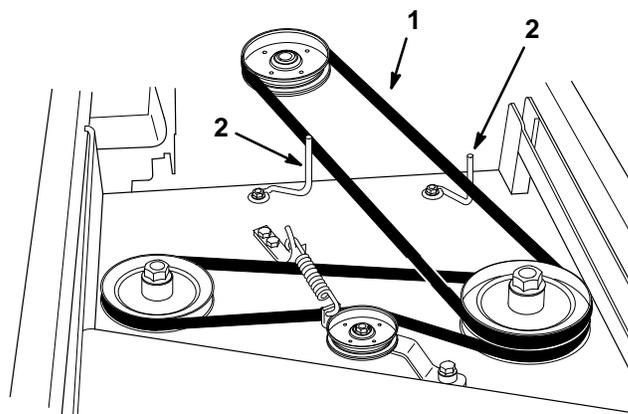

Abbildung 9
9. Die Position der Riemenführungen kontrollieren. Die Führungen sollten ca. 3 mm (1/8") vom Riemen weg positioniert sein (Abb. 9). Die Riemenführungen nach Bedarf einstellen.